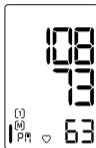

Abb. 1
- Nach Auswahl des jeweiligen Benutzerspeichers erscheint im Display zuerst das dazugehörige Symbol **(1)** oder **(2)** und ein **R**. Es wird der Durchschnittswert aller gespeicherten Daten des entsprechenden Benutzerspeichers angezeigt (siehe Abb. 1).